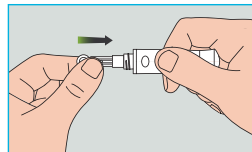

Abbildung 89
2. Drehen Sie die Schutzkappe von der Lanzette ab und bewahren Sie die Schutzkappe für die Entsorgung der Lanzette auf (Abbildung 89).